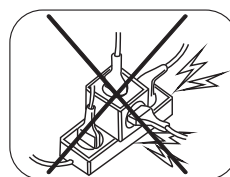

Fig.2A
- 3▶**Nunca** utilize extensões, adaptadores, benjamins ou transformadores de voltagem (Fig.2A, pag. 8).